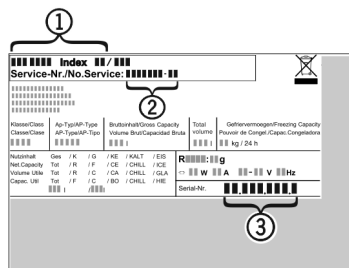

Fig. 35
- Relever la désignation de l'appareil Fig. 35 (1), le n° de service Fig. 35 (2) et le n° de série Fig. 35 (3) sur la plaquette signalétique. Cette plaquette se trouve sur la paroi intérieure gauche de l'appareil.
- Informer le S.A.V. et lui communiquer la panne, la désignation de l'appareil Fig. 35 (1), le n° de service Fig. 35 (2) et le n° de série Fig. 35 (3).